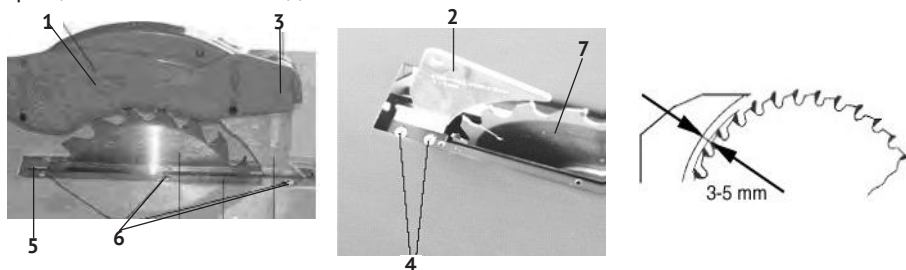

рис. 2
- открутить 6 винтов крепления (рис.2 поз.6) вставки стола (рис.2 поз.5);
- закрепить винтами (рис.2 поз.4) на кронштейне расклинивающий нож (рис.2 поз.2) так, чтобы он находился в одной плоскости с пильным диском (рис.2 поз.7) и на расстоянии 3-5 мм, как показано на рис.2;
- совместив крепёжные отверстия кожуха (рис.2 поз.1) и расклинивающего ножа (рис.2 поз.2), соединить их винтом (рис.2 поз.3) и закрепить гайкой. Крепление не должно быть жёстким. Кожух должен иметь возможность вращения вокруг оси крепления, чтобы фиксироваться в выбранном положении относительно диска, в зависимости от толщины заготовки.